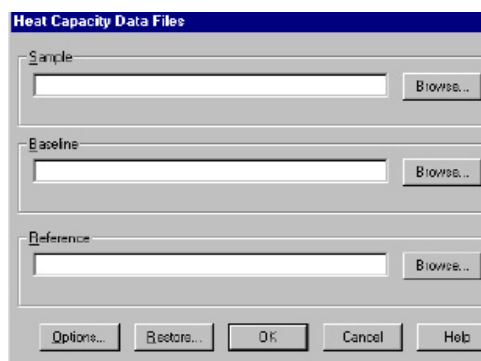

Fig 6 Heat Capacity Analysis 選項頁
3. 出現視窗如下圖 Fig 6 分別開啟上述的 Baseline, Reference, and Sample